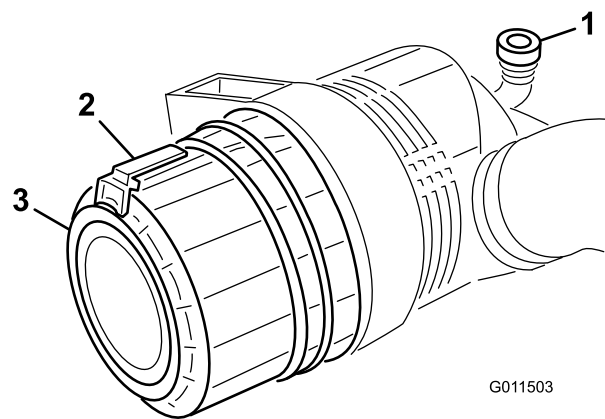

Figura 71
1. Tire hacia fuera del enganche y gire la tapa del limpiador de aire en el sentido contrario a las agujas del reloj (Figura 71).
7. Instale la tapa orientando la válvula de salida de goma (Figura 71) hacia abajo – aproximadamente entre las 5:00 y las 7:00, visto desde el extremo. Cierre el enganche.